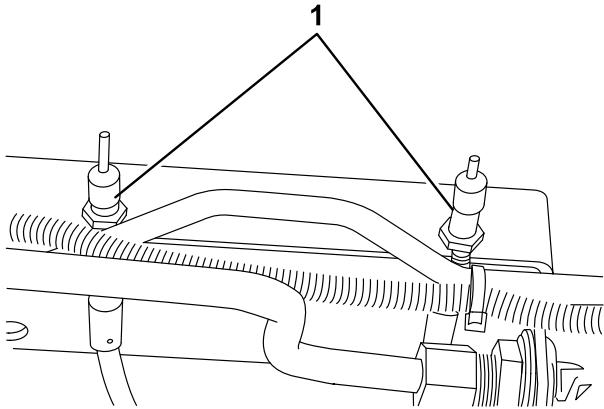

図 75
2. ブレーキの踏みしろの遊びを減らすには、まず、ブレーキケーブル図 75 の端にある前ナットをゆるめる。後ナットを締めてケーブルを後方に移動させてブレーキペダルの遊びが 12 - 25 mm になるようにする。調整ができたら前ナットを締める。